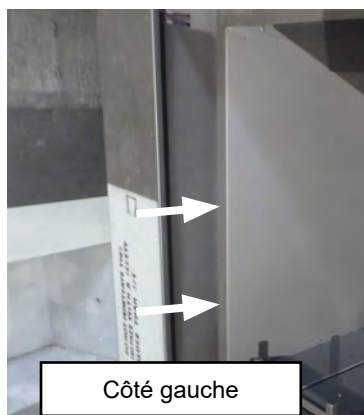

Figure 6.5.01:
2. Faites glisser la porte d'accès vers l'arrière comme illustré à la **Figure 6.5.01**.
2. Faites glisser la porte d'accès gauche vers l'arrière, tel que montré à la **Figure 6.5.01**.